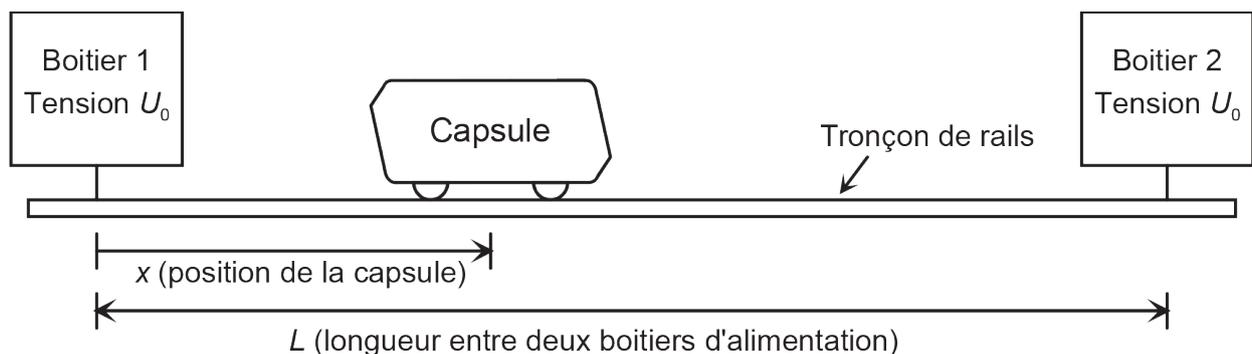

Figure 10 – schéma de la position de la capsule relativement aux boîtiers d'alimentation
L'alimentation électrique des capsules est assurée par plusieurs boîtiers (voir figure 9) répartis régulièrement le long de la voie (voir figure 10).
**Question 39** À l'aide de la figure 10, déterminer l'expression de la résistance électrique  $R_1$  des rails situés entre le boîtier d'alimentation 1 et la capsule puis la résistance électrique  $R_2$  des rails situés entre le boîtier d'alimentation 2 et la capsule.